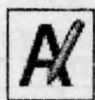

Рис. 3.2.
Для нанесения знаков диаметров (O) на линейных размерах необходимо после простановки размера вызвать команду редактирования текста. Активируется она кнопкой Text Edit (Редактирование текста) (рис. 3.2) либо через пункт экранного меню Modify (Редактирование) — Объект (Object) — Text (Текст).
Для нанесения надписей типа «2отв.Ø15» используйте команду **Text Edit** (Редактирование текста) (см. рис. 3.2).